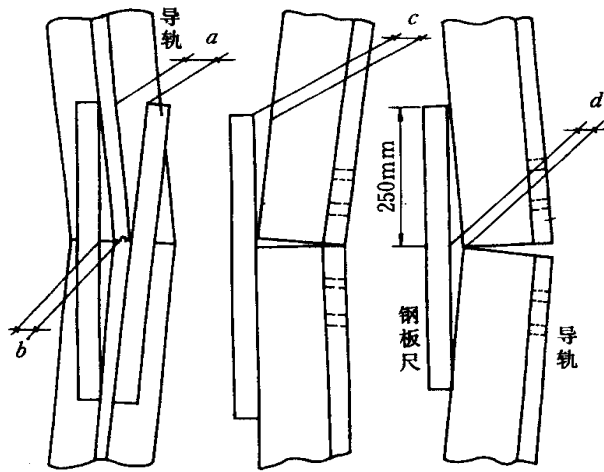

图 2-19 导轨连接板
(1) 导轨接头处，导轨工作面直线度可用 500mm 钢板尺靠在导轨工作面，用塞尺检查 a、b、c、d 处（见图 2-19），均应不大于表 2-3 的规定（接头处对准钢板尺 250mm 处）。